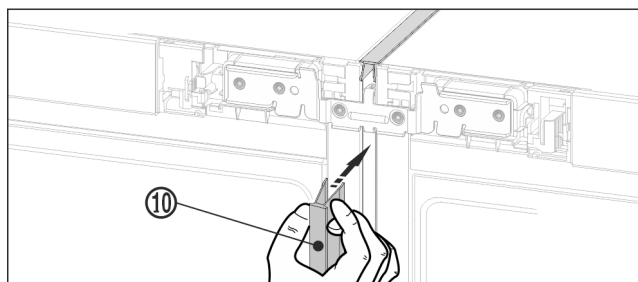

Fig. 22
- ▶ En la parte delantera, presione el listón embellecedor Fig. 22 (10) largo para introducirlo en la ranura vertical. Preste atención a que el listón embellecedor quede sobre la chapa de unión.